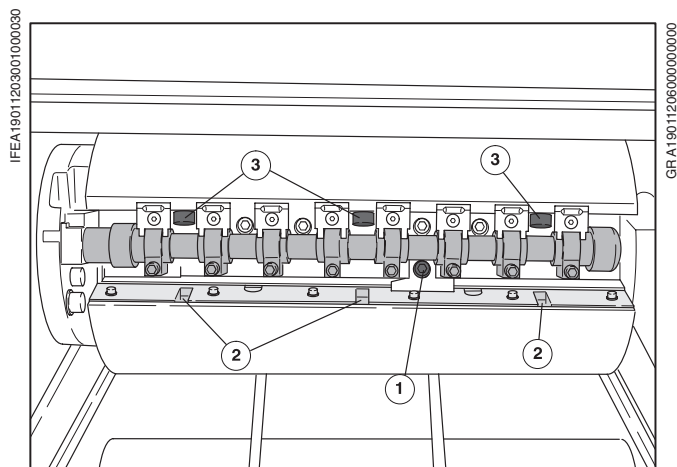

Рис. 2 Замена рубашки
- ① Набрать специальную функцию SF 05.
- ② Машину продвижением в толчковом режиме или поворотом вручную установить в диапазоне 90° - 110° ; индикатор показания градусов на дисплее мигает, светодиод в кнопке *Блокировка* мигает быстро. Доступ к задней зажимной планке открыт.
- ③ Заднюю зажимную планку ослабить путем поворота красного натяжного болта (Рис. 2/①) гаечным ключом против часовой стрелки; при этом придерживать заднюю кромку рубашки. Задняя кромка рубашки под давлением пружины выходит из зажимной планки.
- ④ Заднюю кромку рубашки придерживать и установить машину продвижением в толчковом режиме в диапазоне от 35° до 38° ; индикатор показания градусов на дисплее мигает, светодиод в кнопке *Блокировка* мигает быстро.
- ⑤ Гаечный ключ подвести к пазам (Рис. 2/②) задней зажимной планки и к нижнему краю вала грейферов. Доступ к передним натяжным болтам (Рис. 2/③) сейчас открыт.
- ⑥ Ослабить 3 натяжных болта (Рис. 2/③) на передней зажимной планке (примерно 2 оборота).